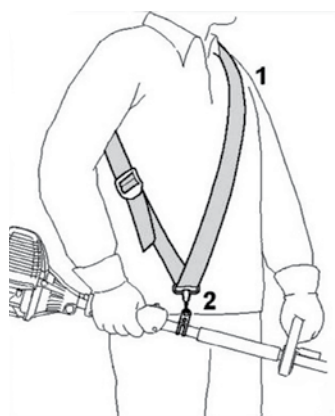

Рис. 6
4. Пристегните ремень (1) к креплению (2). Отрегулируйте ремень для комфортной работы (**рис. 6**).